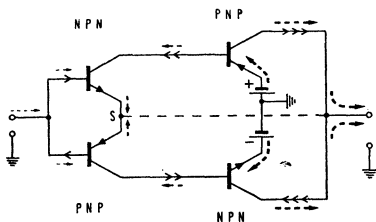

Fig. 13. — Amplificateur aux transistors complémentaires.
1. - La figure 13 montre le circuit d'un amplificateur mis au point par la RCA (Radio Corporation of America), qui offre des particularités très remarquables. Il s'agit à première vue d'un montage en push-pull à deux étages. Chaque étage comprend deux transistors complémentaires combinés de telle manière que les bases servent d'électrodes d'entrée, tandis que les collecteurs figurent les électrodes de sortie, les émetteurs représentant les points communs. Cela a pour but d'obtenir une amplification très élevée en courant, par exemple de 10, si le rapport  $I_c/I_e$  est de 0,9 ou de 100 pour  $I_c/I_e = 0,99$ . Les transistors complémentaires s'alimentent en série à partir de la même batterie, grâce à leurs polarisations opposées, tandis qu'ils fonctionnent en régime push-pull pour les courants alternatifs. On en
vérifiera facilement les détails à l'aide de flèches (figure 13). Les unes sont dessinées sur les connexions mêmes et indiquent les courants continus, les autres sont dessinées à côté des premières et se rapportent aux courants alternatifs, ou, plus précisément, à des valeurs instantanées de ceux-ci. Il est remarquable que le circuit n'exige ni transformateur, ni inductance, ni condensateur, ni résistance. Seules deux batteries de 7,5 V et les deux paires de transistors sont nécessaires. Il est clair que l'on ne pourrait réaliser un tel circuit avec des lampes. Une autre performance de cet amplificateur est obtenue en établissant la connexion en pointillé de la figure 13. Il en résulte une forte contre-réaction, la tension de sortie étant recouplée en grande partie sur l'entrée, ce qui se traduit non seulement par un taux très réduit de distorsion, mais également par un abaissement de la résistance de sortie et une augmentation de la résistance d'entrée. Cet abaissement et cette augmentation sont tous deux considérables et à la fois très avantageux.